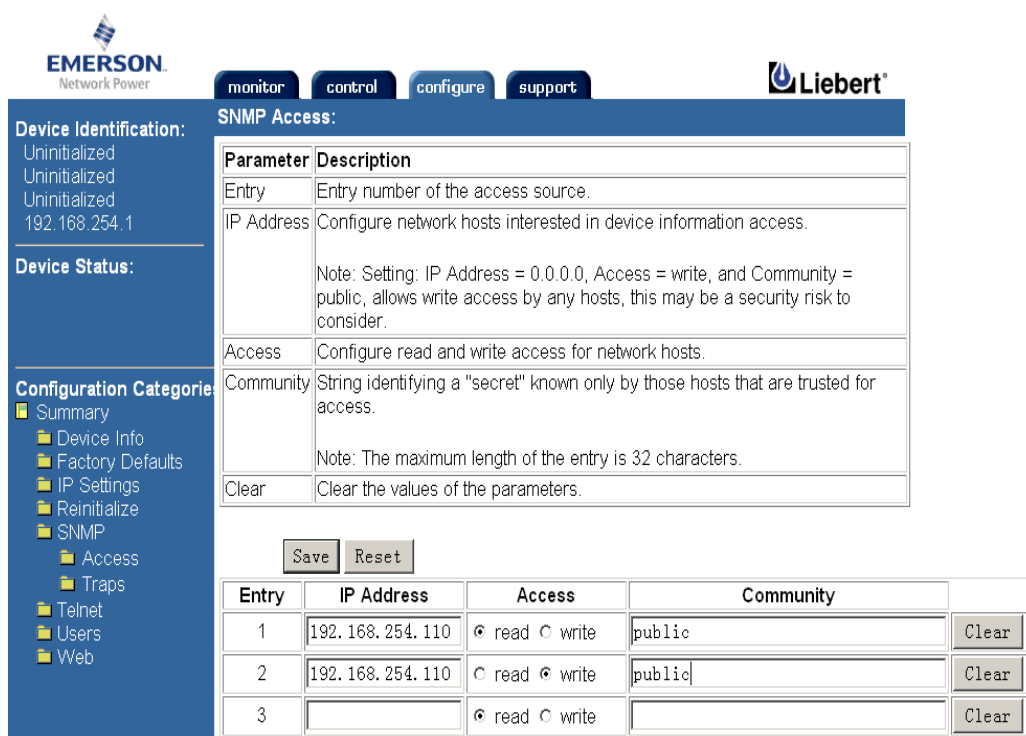

图1-12 SNMP 后台监控中心 NMS 配置界面（1）
4. 在图 1-12 中进行 SNMP 后台监控中心 NMS（Network Management System）配置。点击 **Edit** 按钮，在 **IP Address** 中输入 NMS 的 IP 地址，在 **Access** 中选择读写控制以及在 **Community** 中输入“Public”，然后点击 **Save** 按钮。